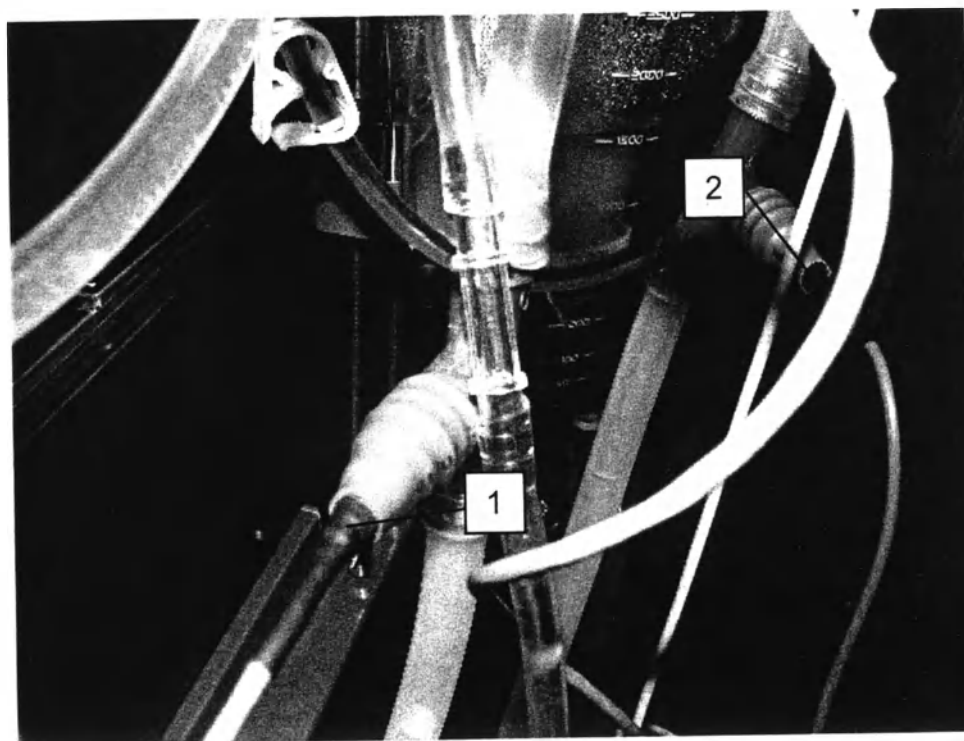

Рисунок 24 – Температурные датчики в контуре термостата.
В А Ж Н О! Будьте осторожны и внимательны, чтобы не повредить датчики контроля температуры (1) и (2) теплообменной жидкости, расположенные в магистралях контура термостат-теплообменник (см. рисунок 24).
7) Подключите температурные датчики, расположенные в контуре термостата: датчик с красным портом в гнездо «Контур нагрева – (1) подача», а датчик с синим портом в гнездо «Контур нагрева – (2) возврат» панели подключения температурных датчиков.